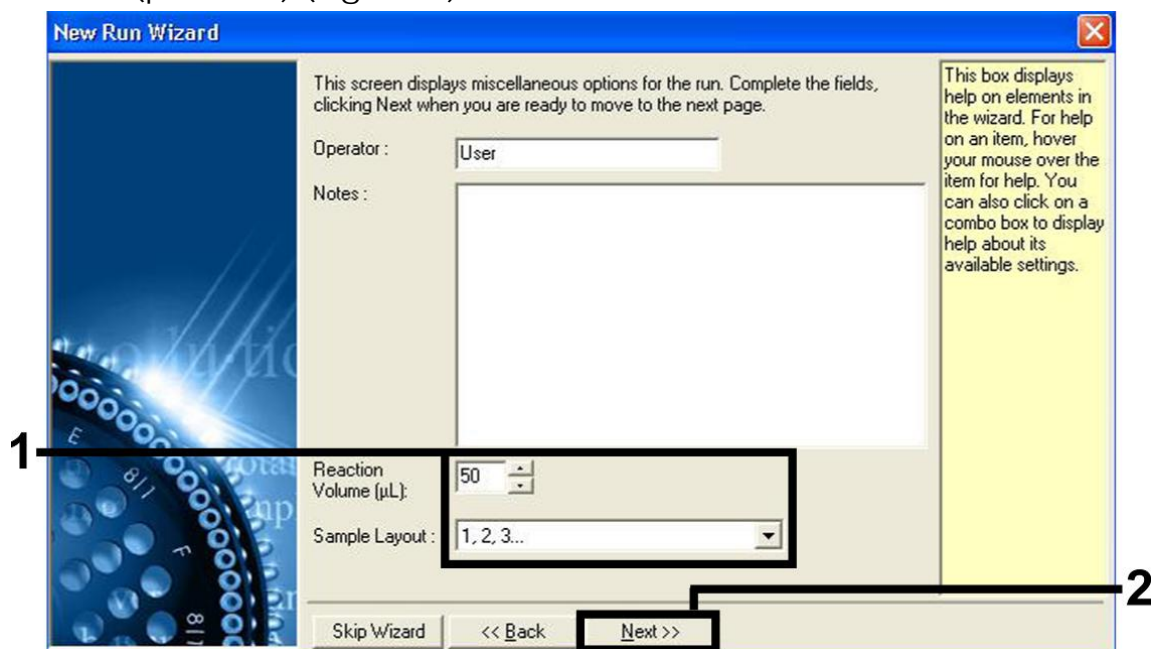

Figura 2. Ajuste dos parâmetros gerais do ensaio.
7. Selecione 50 para o volume da reação de PCR e então clique em “Next” (próximo) (Figura 2).